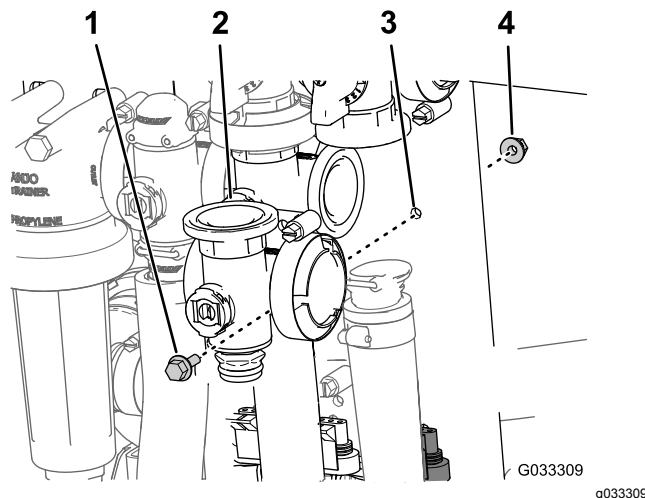

Figure 72
3. Retirez le boulon à embase et le contre-écrou à embase qui fixent la vanne maîtresse au support, puis déposez le collecteur de la machine (Figure 72).